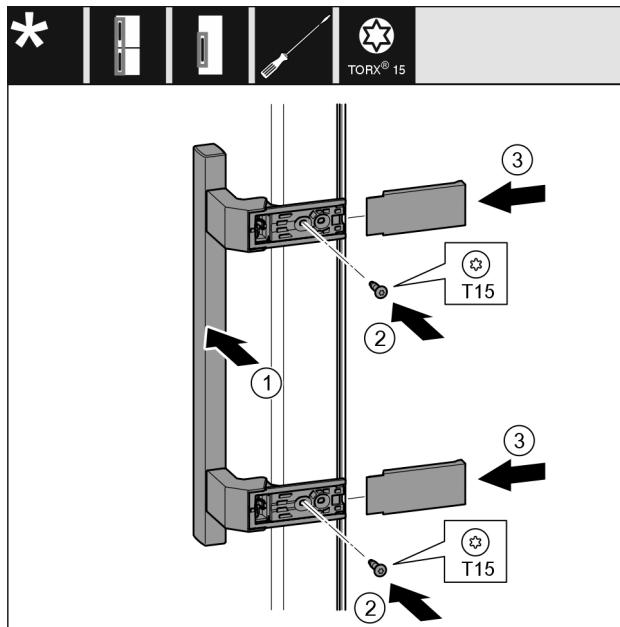

Fig. 19
- ▶ Namestite ročaj Fig. 19 (1) na nasprotno stran.
- ▶ Zategnite vijke Fig. 19 (2) z izvijačem.
- ▶ Pristavite pokrove Fig. 19 (3) na strani in jih potisnite gor.